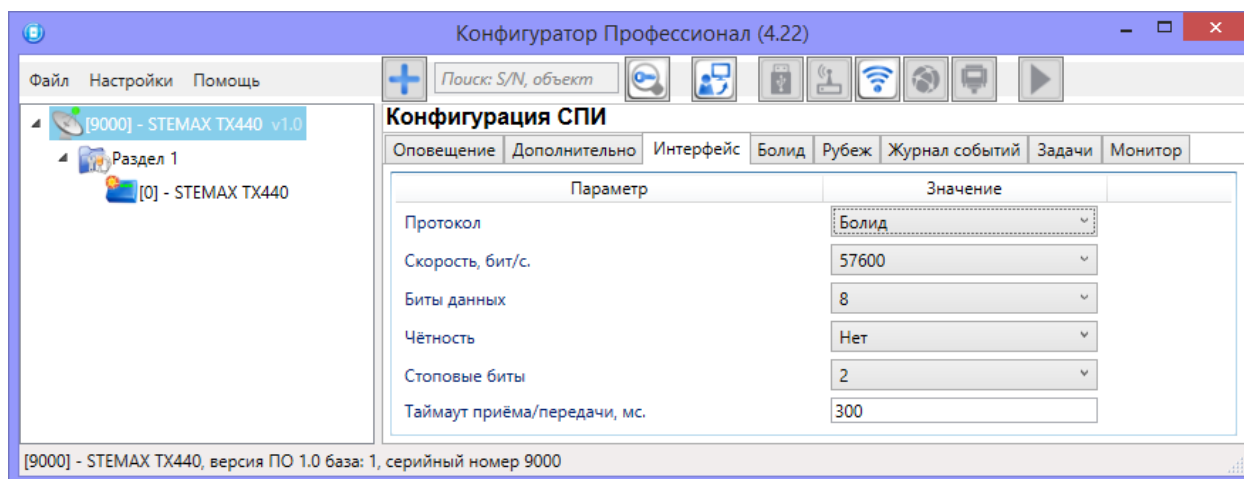

Рисунок 4.22 — Вкладка *Интерфейс*
- На вкладке *Интерфейс* (см. рисунок 4.22) выберите протокол *Болид* и укажите скорость передачи данных преобразователем протоколов C2000-ПП.